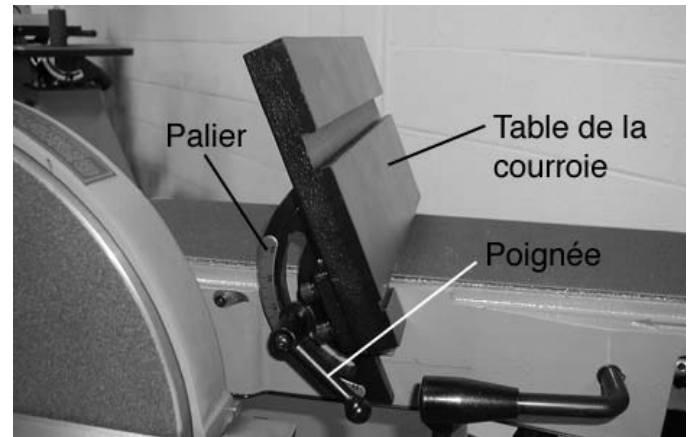

FIGURE 8
3. Utilisez une rondelle plate et une poignée pour fixer la position de la table de la courroie (Fig.8). Serrez la poignée dans le trou fileté sur le boîtier de la courroie. Répétez cette étape pour l'autre côté.